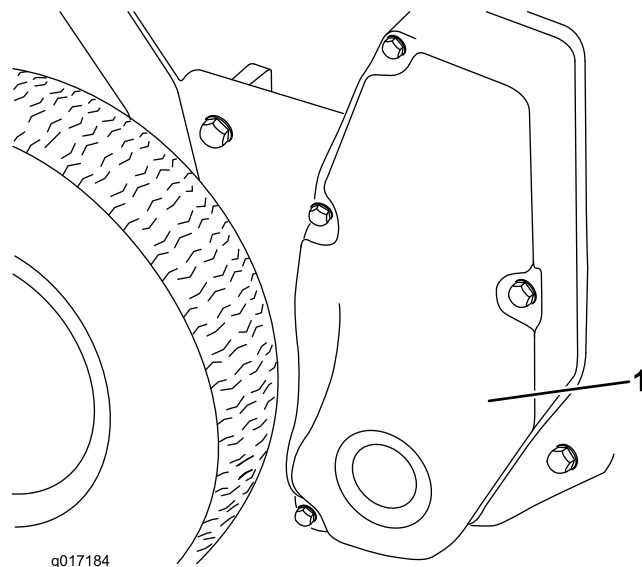

Рисунок 7
16. Удалите четыре (4) колпачковых винта крепления крышки привода барабана к правой пластине и снимите крышку (Рисунок 7).